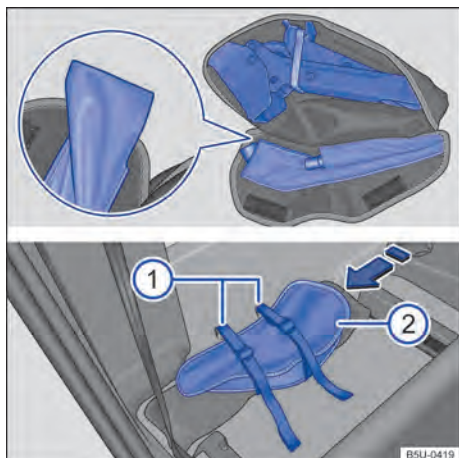

Fig. 169 Atrás del respaldo del asiento del pasajero: ② bolsas de herramientas de a bordo y ① cintas de fijación de la bolsa de las herramientas de a bordo.
- Acomodar el gato hidráulico en la bolsa totalmente cerrado → fig. 169, con la base del gato en la parte más grande de la bolsa.
- Acomodar la llave de rueda en su debido alojamiento e intentar que la lengüeta → fig. 169 (lupa) sea colocada por debajo de la llave de rueda, para evitar ruidos durante la conducción.
- Posicionar la bolsa de herramientas de a bordo atrás del asiento del pasajero, sobre el triángulo de seguridad y a través de las cintas de fijación, según → fig. 169 en el sentido de la flecha.
- Para que la bolsa quede correctamente ajustada, colocar la bolsa de herramientas de a bordo con los velcros de la bolsa mirando para adelante → fig. 169 ②.